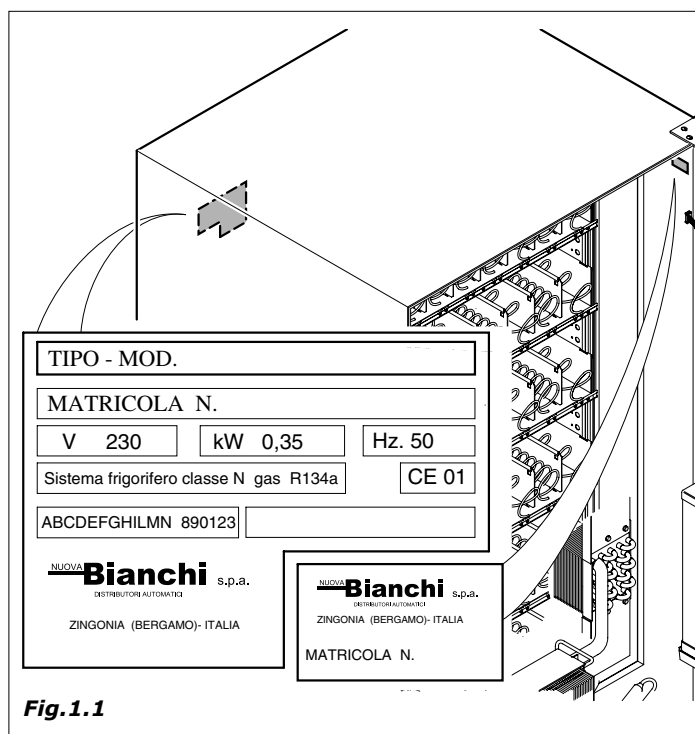

Fig. 1.1
- i dati riportati sulla matricola (Fig.1.1)